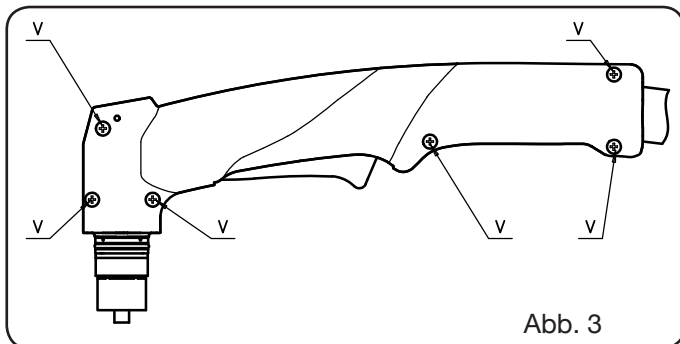

Abb. 3
- Die 6 Schrauben **V** (siehe Abb. 3) ausschrauben und die linke Griffhälfte entfernen.
- Die 6 Schrauben **V** (siehe Abb. 3) ausschrauben und die linke Griffhälfte entfernen. Wie in Abb. 4 gezeigt den Brennerkörper mit dem Kabel anheben und die Verbindungen **A** (Taster) und **B** (Pilotlichtbogen) lösen.